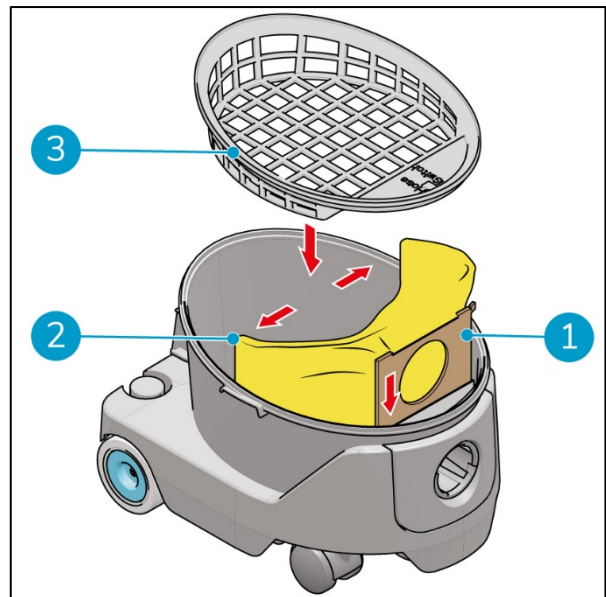

Figura 11
11. Desliza el aro de cartón de la bolsa de filtro nueva (Figura 11, pos. 1) introduciéndolo por completo en las ranuras para insertar la bolsa para el polvo.
12. Despliega la bolsa para el polvo (Figura 11, pos. 2).
13. Vuelve a colocar el recipiente de filtro (Figura 11, pos. 3).